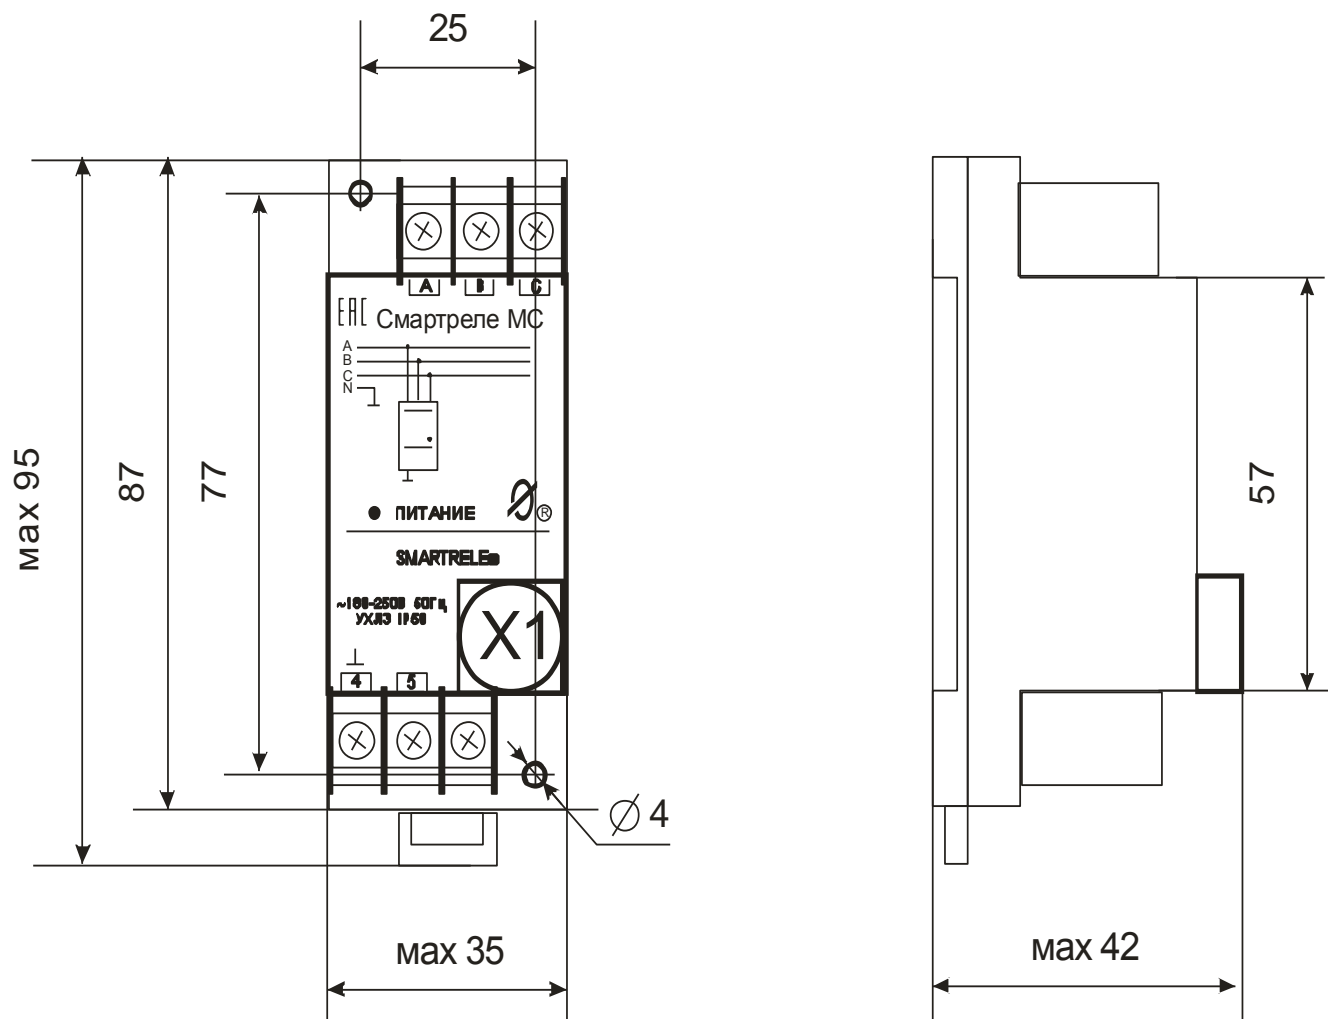

Рисунок 1 – общий вид монитора сети СМАРТРЕЛЕ МС
4.2 Монитор (рис.1) является электронным изделием, производящим контроль напряжений трехфазной электрической сети.